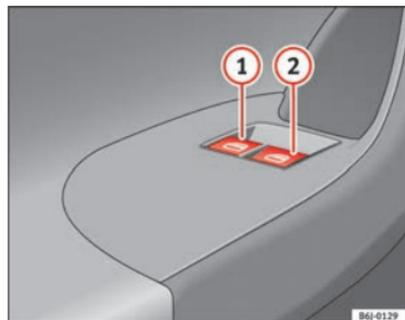

Fig. 50 Detalle de la puerta del conductor: mandos para las ventanillas delanteras.
Las teclas ⇒ fig. 50 ①, ②, tienen dos posiciones para la apertura de las ventanillas y otras dos para el cierre. De este modo es más fácil controlar las operaciones de apertura y cierre.